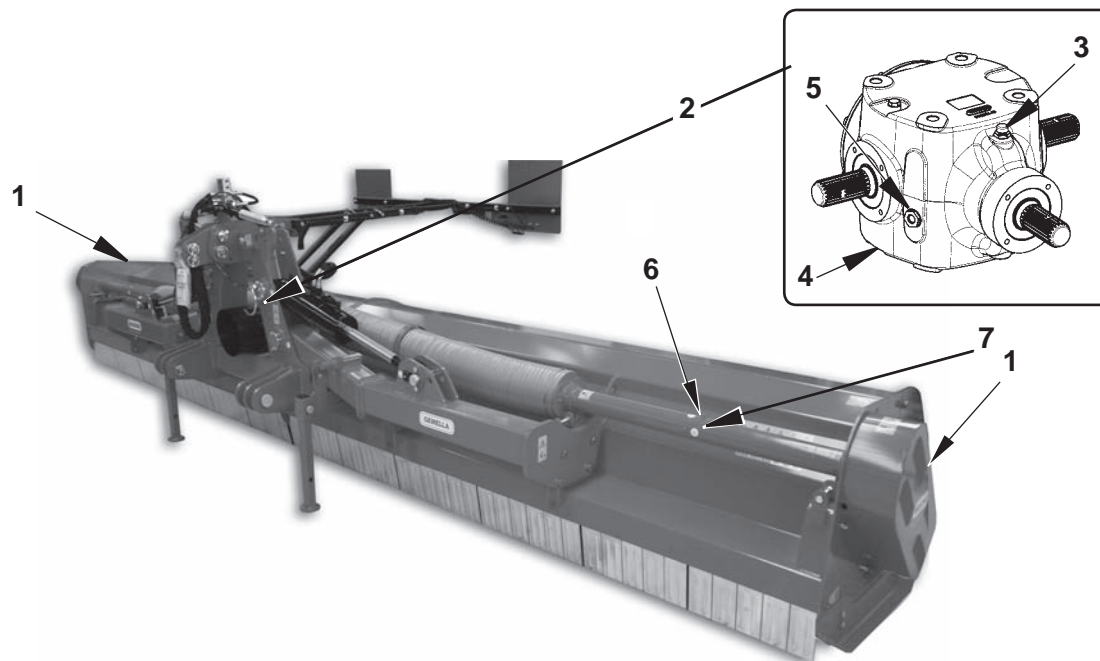

Fig. 36
- Den Ölstand im Übersetzungsgetriebegehäuse prüfen und eventuell bis zum Füllstrich auffüllen (5 Abb. 36).
- Das gesamte Öl des Übersetzungsgetriebes wechseln. Das Öl vollkommen über die Ablassöffnung, die sich auf der Unterseite des Gehäuses befindet, auslaufen lassen (4 Abb. 36).
- Controle el nivel de aceite en la caja del multiplicador, si es necesario, restablézcalo hasta la muesca del nivel (5 Fig. 36).
- Cambie totalmente el aceite del multiplicador, descargándolo por el tapón de descarga que está colocado abajo de la caja del multiplicador (4 Fig. 36).